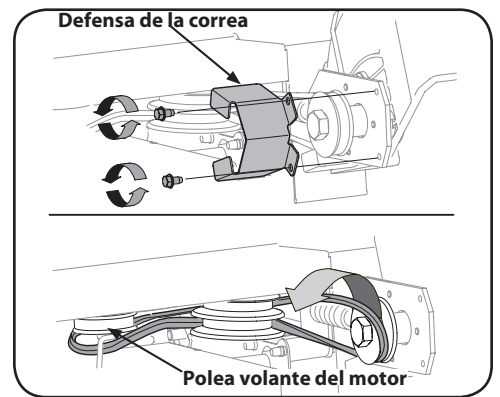

Figura 4-5
3. Retire la guarda de la correa de las poleas del husillo sacando los dos tornillos autoroscantes que la sujetan al montaje de la placa de la cuchilla. Vea la Figura 4-5.
4. Cuidadosamente retire la correa de las poleas, verificando una vez más la orientación de la correa. Descarte la correa. Vea la Figura 4-5.
NOTA: Asegúrese de que el lado "V" de la correa está asentado sobre la polea superior y que el lado plano de la correa está asentado sobre la polea inferior. Vea la Figura 4-5.